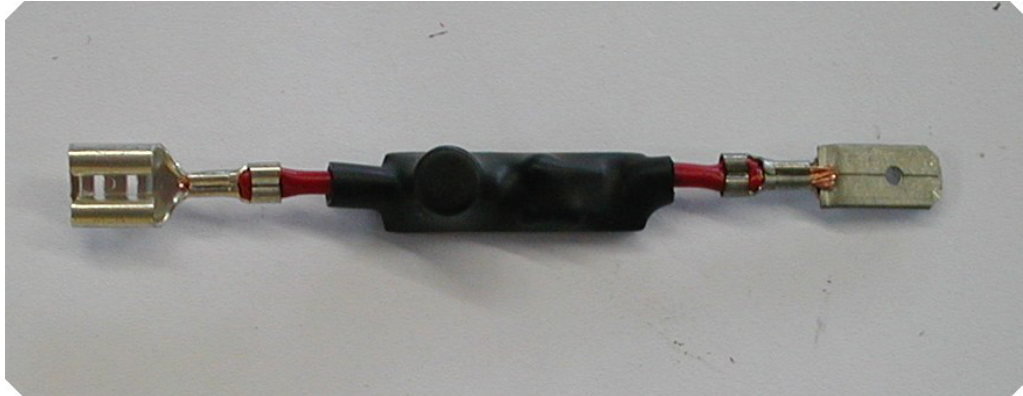

Abbildung 1
4. Auf die montierten Flachsteckhülsen wird jeweils ein Filter (s. Abb. 1) gesteckt. Die Steckverbindung wird mit Schrumpfschlauch versehen. Auf die richtige Einbaurichtung der Filter zu achten.